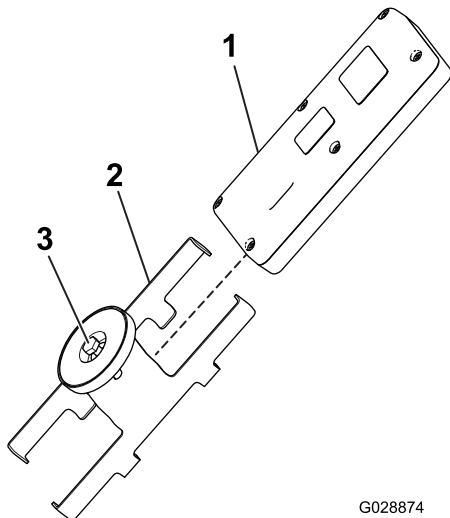

Figure 45
1. Desserrez le boulon dans l'aimant du support magnétique de la télécommande (Figure 45).
2. Écartez les côtés du support et retirez la télécommande (Figure 45).
8. Placez la télécommande portable dans le support magnétique, réunissez les deux moitiés pour fixer la télécommande et serrez le boulon dans l'aimant (Figure 45).